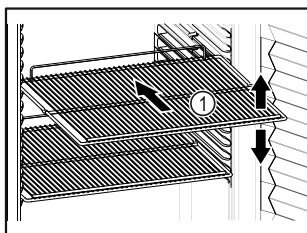

Fig. 86 Simbolična slika
- ☐ Če je odlagalna rešetka Fig. 86 (1) premična, jo prilagodite po višini.